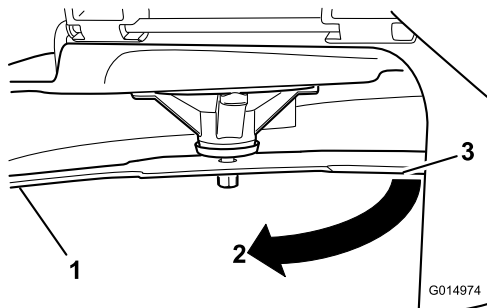

Figura 64
4. Ruotate la stessa lama di 180 gradi in modo che il tagliente opposto si trovi ora nella stessa posizione (**Figura 64**).